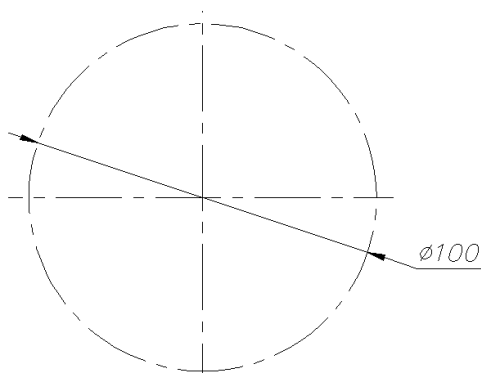

Рис. 47
- 2) В слое **ОСИ** командами **Отрезок** и **Круг** провести указанные осевые линии (рис. 47).